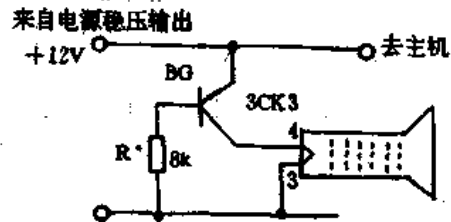

图 5-25 灯丝限流电路
③灯丝限流电路。如图5-25所示,BG选3CK3,(或3AX25、3AX81、3CK4)、 $h_{FE} = 90$ ,  $R = 8\text{k}\Omega$  可调。工作原理:开机时,BG导通,灯丝电流  $I_f (= I_c = I_b \cdot h_{FE})$  约  $120\text{mA}$ ,灯丝电压  $V_f (= 20\Omega \times 120\text{mA})$  为  $2.4\text{V}$ ,随着灯丝电阻的迅速增大,BG很快饱和, $I_f$ 降为稳定的  $90\text{mA}$  额定值。这样便克服了开机瞬间大电流使灯丝闪亮的现象,使灯丝一直呈暗红色。